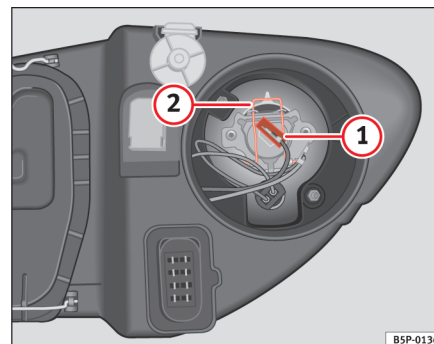

Fig. 189 Fjernlys
- Træk stikket ⇒ fig. 189 ① af pæren.
- Tag fjederen ⇒ fig. 189 ② af ved at trykke den ind og dreje mod højre.